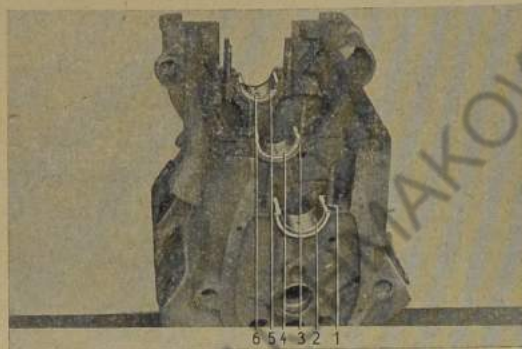

Bild 89: Obere Lagerschalen in Zylinder-Kurbelgehäuse einschlagen
2. Lagerschalen in Zylinder-Kurbelgehäuse mit Holzklötz einschlagen (Bild 89).